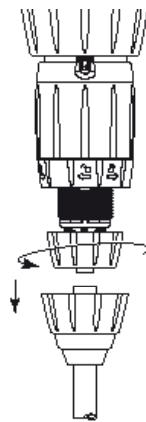

Fig. 16
- Desenroscar e retirar a porca de suporte da válvula de aspiração (**Fig. 16**), desmontar a válvula e, em seguida, lavar abundantemente as várias peças com água limpa.